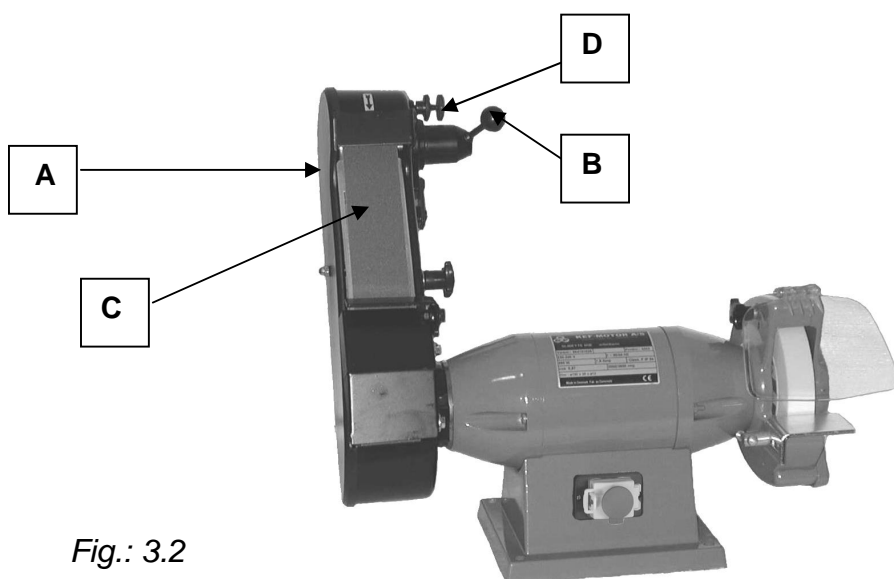

Fig.: 3.2
Når slibebåndet er slidt ned, skal det udskiftes, hvilket gøres på følgende måde: Yderskærmen (A) (se fig.: 3.2) på skærmkassen monteres af og håndtaget (B) trækkes ned. Herved aflastes slibebåndet (C), så det kan afmonteres og udskiftes med et nyt slibebånd, som monteres i modsat rækkefølge. Det kontrolleres, at pilenes retning på båndets bagside svarer til omløbsretningen. Når det nye slibebånd er monteret, er det nødvendigt at justere for ligeløb med håndtaget (D), som løsnes indtil slibebåndet løber lige på kontaktskiven. Herefter tilspændes håndtaget (B). **Denne justering af slibebåndet må kun udføres ved at trække slibebåndet med hænderne og ikke med maskinen tændt.**